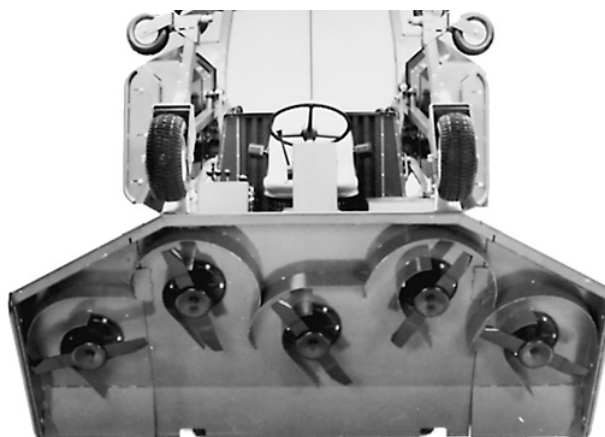
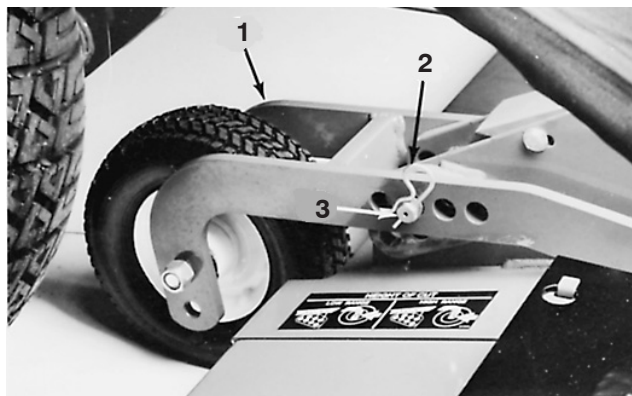

Figure 59
Figure 60
**Remarque :** Bien que cela ne soit pas nécessaire pour l'entretien courant, il est possible de faire pivoter (incliner) le plateau de coupe avant pour le redresser complètement (Fig. 59). Pour ce faire :
3. Retirez les goupilles fendues et les axes de chape des (2) ensembles pivotants arrière (Fig. 60). Mettez l'axe de chape gauche de côté et insérez l'axe de chape droit dans les trous à l'extrémité avant du bras de roue pivotante, à droite de l'unité (Fig. 59). Le bras pivotant et la goupille doivent être appuyés contre le haut de l'unité.
6. Faites-vous aider par au moins une autre personne pour incliner le plateau de coupe. Soulevez le plateau à la position verticale en le tenant par l'avant (Fig. 59).